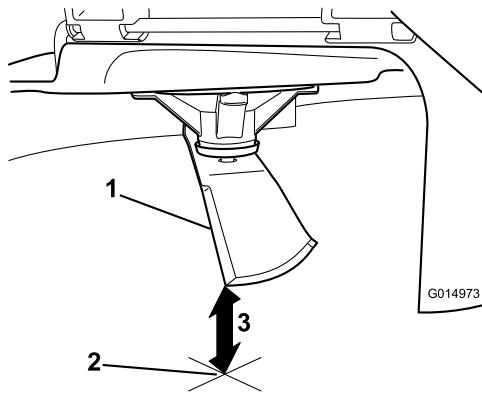

Bild 69
5. Messen Sie von der Messerspitze bis zu ebenen Fläche (Bild 69).